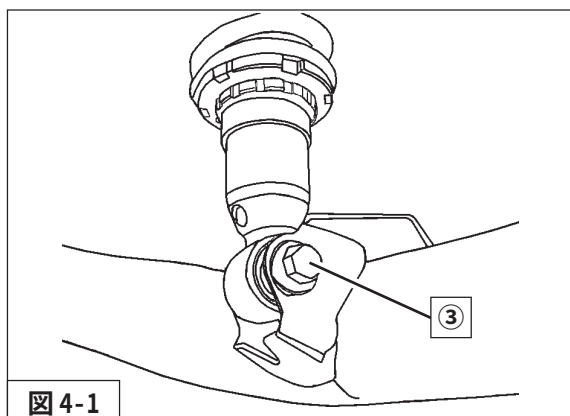

図 4-1
③ダンパーロア取付ボルト（締付トルク：93N・m）を車両に取付けてください。（図 4-1）